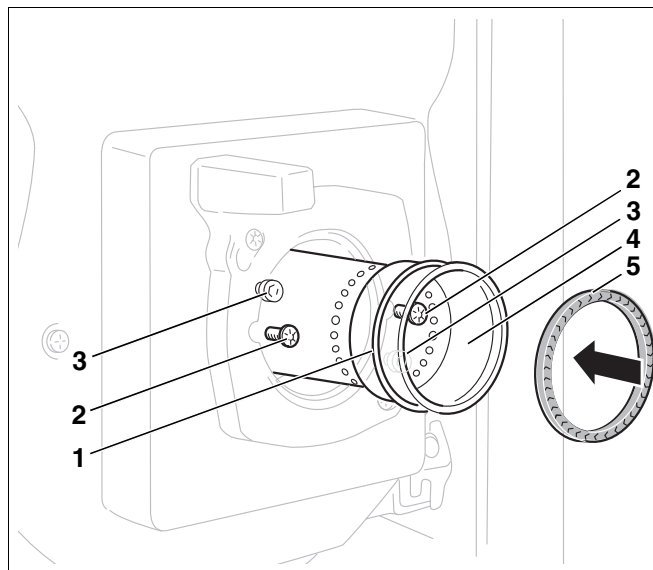

Рис. 32 Замена трубы горелки и проверка уплотнения для горелок от 17 до 45 кВт
- Открутить оба винта крепления (Рис. 32, поз. 2).
- Установить новую трубу (Рис. 32, поз. 4) и кольцо (Рис. 32, поз. 1).
- Перед установкой горелки нужно проверить уплотнение (Рис. 32, поз. 5) между смесительной системой и трубой горелки.
- Для горелок от 17 до 45 кВт уплотнение (Рис. 32, поз. 5) вставляется в трубу горелки.
- Надеть горелку на оба болта на фланце (Рис. 32, поз. 3, стр. 36).
- Повернуть влево до упора и затянуть крепежные винты (Рис. 32, поз. 2, стр. 36).